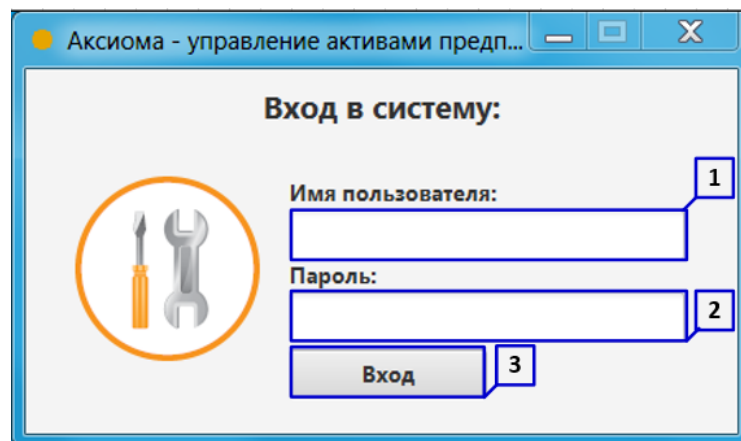

Рисунок 2. Вход в систему «АКСИОМА - ремонт»
2. В открывшемся окне «Вход в систему» введите «Имя пользователя» (Рисунок 2 пункт 1);
3. Введите «Пароль» (Рисунок 2 пункт 2);
4. Нажмите клавишу «Вход» (Рисунок 2 пункт 3).